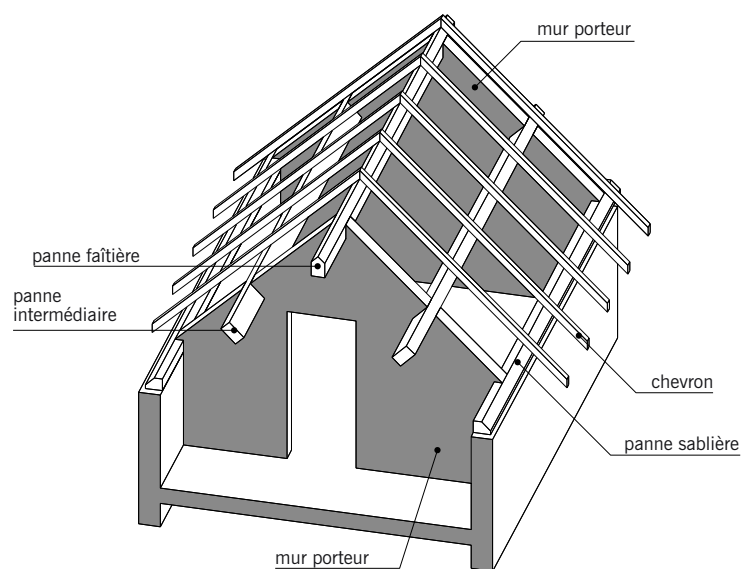

fig. 5.1
■ La **charpente** (fig. 5.1 et 5.2) : ensemble de pièces en bois qui portent la couverture. Les charpentes présentent diverses formes et différentes pentes d'inclinaison suivant les régions et les types de couverture.
■ Les **pannes** (fig. 5.1 et 5.2) : pièces de bois horizontales prenant appui sur les fermes et/ou sur des murs porteurs en maçonnerie. Les pannes portent les *chevrons*.